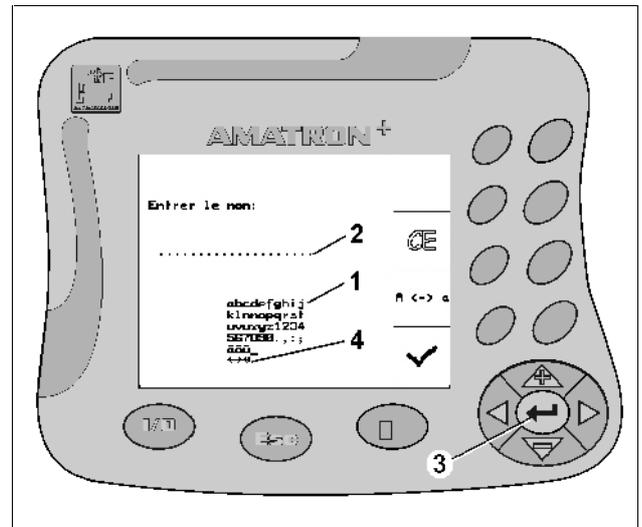

Fig. 14
S'il vous faut introduire des textes ou des chiffres dans le boîtier **AMATRON⁺** utilisez le Menu introduction de données (Fig. 14).
Une zone de sélection s'affiche en bas de l'écran (Fig. 14/1) avec des lettres, des chiffres et des flèches à partir desquelles vous pouvez former la ligne à introduire (Fig. 14/2) (texte ou chiffre).
Sélection de lettres ou de chiffres sur la zone de sélection (Fig. 14/3).
-  Enregistrer la sélection (Fig. 14/3).
Les touches $\leftarrow \rightarrow$ de la zone de sélection (Fig. 14/4) permettent un déplacement sur la ligne de texte.
La flèche \leftarrow de la zone de sélection (Fig. 14/4) permet d'effacer les derniers éléments introduits.